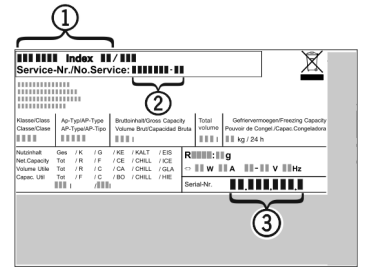

Fig. 11
► Denominación del aparato Fig. 11 (1), n° del servicio técnico Fig. 11 (2) y n° de serie Fig. 11 (3) en la placa de identificación. La placa de identificación se encuentra en la parte interior izquierda del aparato.
► Informe al servicio postventa e indique el fallo, la denominación del aparato Fig. 11 (1), el n° del servicio técnico Fig. 11 (2) y el n° de serie Fig. 11 (3).